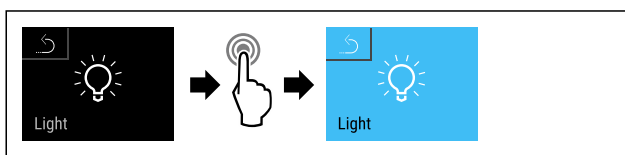

Fig. 94
- ▶ Εκτελέστε τα βήματα ενεργειών (βλέπε Fig. 94).